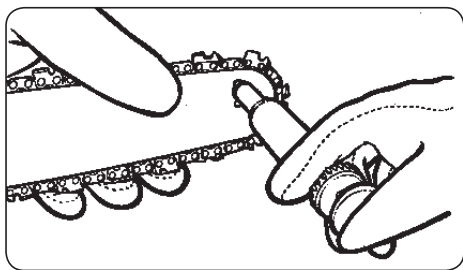

Рис. 20
3. Использование шприца для смазки (не входит в комплектацию, следует приобрести дополнительно): Поставьте иглообразную дюзу в отверстие для смазки и вводите смазку до тех пор, пока она не появится на внешней кромке цепного зубчатого колеса шины (Рис. 20).